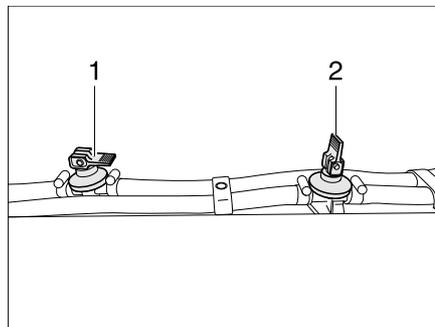

Bild 234 Ablasshahn
- Alle Ablasshähne schließen. Dazu den Kipphebel (Bild 234,1) waagrecht stellen.